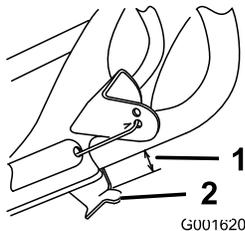

Figure 21
2. Vérifiez que le support de la barre de commande et le guidon sont espacés de 3 à 6 mm (1/8 à 1/4 pouce) (Figure 21).